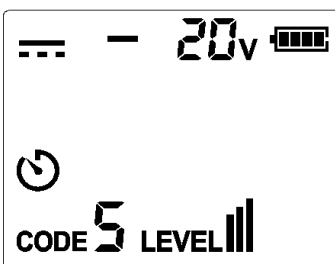

Abbildung 9.1b DC-Spannungsmessung
5. Wenn die Spannung 8 V ~ 480 V DC/AC (50/60 Hz) beträgt. Wenn die gemessene Spannung eine DC-Spannung ist und der positive Pol mit dem COM Anschluss verbunden ist, wird die Polarität des Anschlusses angezeigt (die Polarität des V+ Anschlusses ist „-“). Wie in Abbildung 9.1b dargestellt.